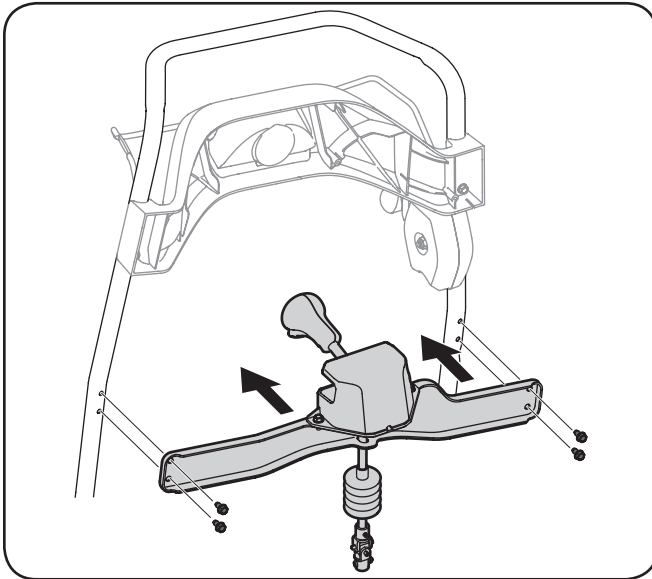

Figure 3-8
- Utilisez les quatre boulons hexagonaux pour installer la commande de rotation de la goulotte. Voir Figure 3-8.